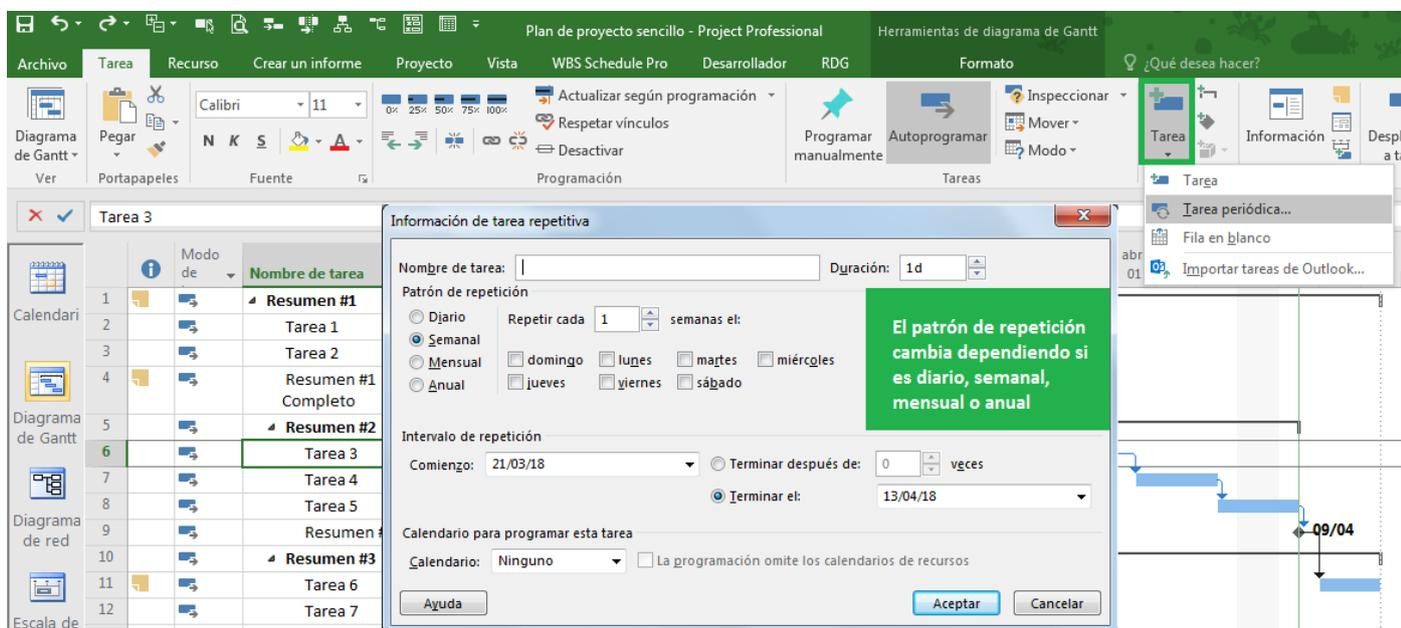

Ilustración 3.7. Información de tareas repetitivas
4. Ilustración 3.7. Información de tareas repetitivas.